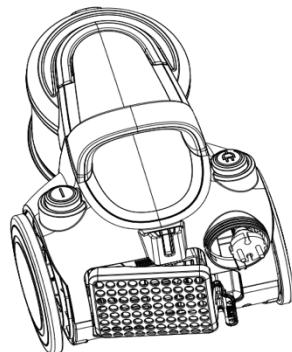

Fig.10
- 1) Como mostra na Fig.10, pressione o botão da rede de saída de ar para a abrir.